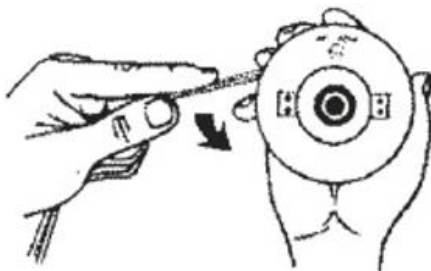

Рис. 15
5. Намотайте режущую леску как показано на иллюстрации (Рис.15), сохраняя натяжение, отделив половины лести с помощью делителя катушки. Оставьте концы длиной 15см.